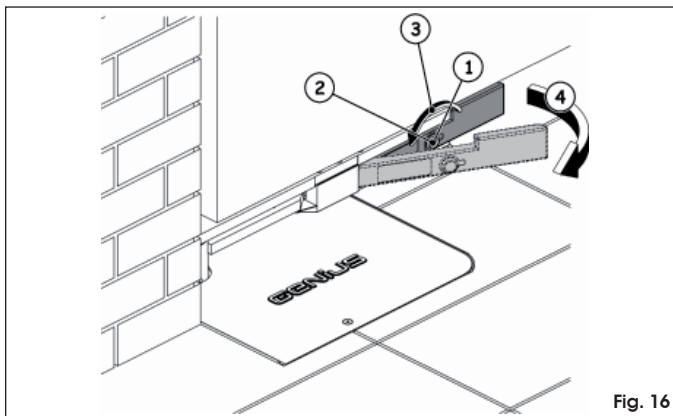

Fig. 16
- Quitar el tapón de protección de la cerradura (Fig. 16 ref. ①)
- Introducir la llave de desbloqueo en la cerradura (Fig. 16 ref. ②)
- Girar la llave en la dirección de la columna hasta el tope (Fig. 16 ref. ③)
- Tirar de la palanca (Fig. 16 ref. ④)